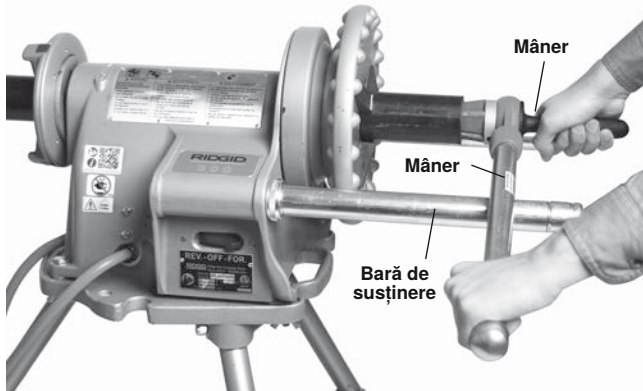

Figura 16 - Șanfrenare țeavă cu alezor manual (mențineți mânerul alezorului în contact cu bara de susținere)
2. Introduceți alezorul în capătul țevii, așa cum se arată în *Figura 16*. Sprijiniți mânerul alezorului pe bara de susținere pe partea comutatorului și țineți mânerul alezorului cu mâna dreaptă.